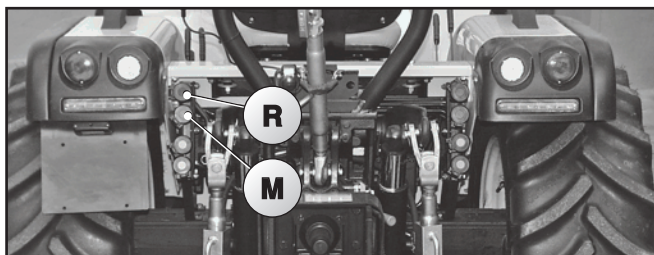

Fig. 5.87
Il giunto rapido (M) alimenta la mandata continua, mentre il giunto (R) è un ritorno libero (Fig. 5.87/88).